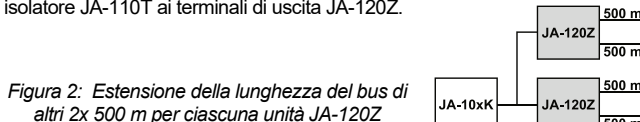

Figura 2: Estensione della lunghezza del bus di altri 2x 500 m per ciascuna unità JA-120Z
- Estensione del bus per oltre 1x 500 m (JA-101K, JA-103K) o 2x 500 m (JA-106K, JA-107K), vedere la Figura 2.